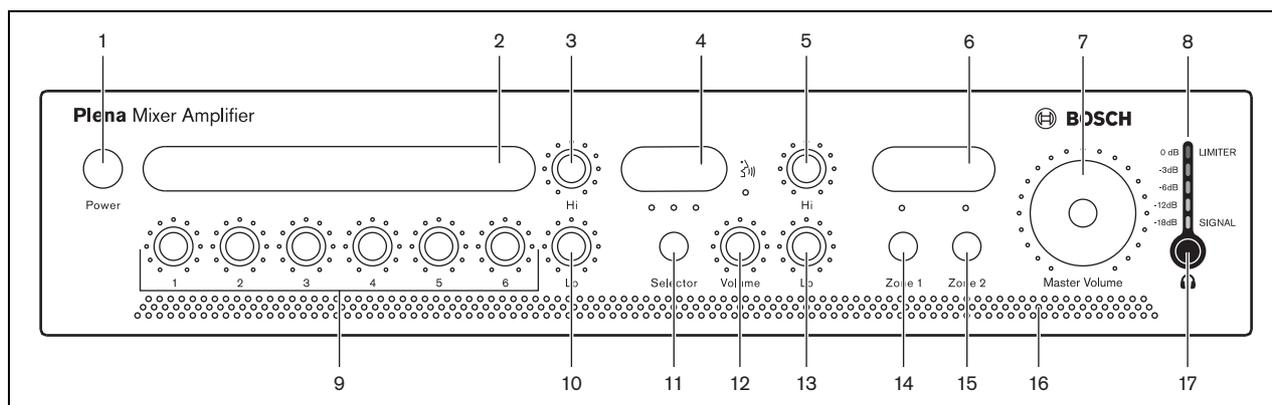

figura 5.2: Pannello frontale
- 2 Posizionare il pulsante di alimentazione (1) nella parte anteriore dell'unità su On - premuto (vedere figura 5.2).
Posizionare il pulsante di alimentazione (1) nella parte anteriore dell'unità su Off - rilasciato (vedere figura 5.2).
Gli utenti possono creare etichette personalizzate per: gli ingressi per microfono o gli ingressi di linea, la descrizione delle sorgenti musicali e le zone d'uscita audio 1 e 2. È possibile apporre tali etichette sull'amplificatore mixer nelle posizioni 2, 4 e 6 (vedere figura 5.2). Inoltre è possibile inserire contrassegni colorati in varie posizioni intorno ai comandi di volume e di tono, per indicare le impostazioni preferite per una particolare applicazione.
Utilizzare i comandi del tono Hi (alti) e Lo (bassi) (vedere figura 5.2, numeri 3 e 10) per cambiare contemporaneamente il tono degli ingressi per microfono/linea da 1 a 6.
Utilizzare i regolatori del tono Hi (alti) e Lo (bassi) (vedere figura 5.2, numeri 5 e 13) per cambiare il tono della sorgente musicale selezionata.